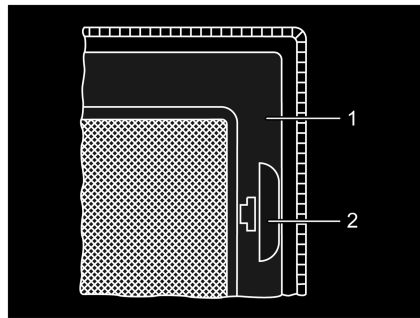

Fig. 60 Moustiquaire
- Tirer sur la poignée (Fig. 60,2).
- Rabattre la moustiquaire (Fig. 60,1) vers le bas.
- Faire basculer la moustiquaire (Fig. 60,1) vers le haut jusqu'à ce qu'elle s'enclenche.